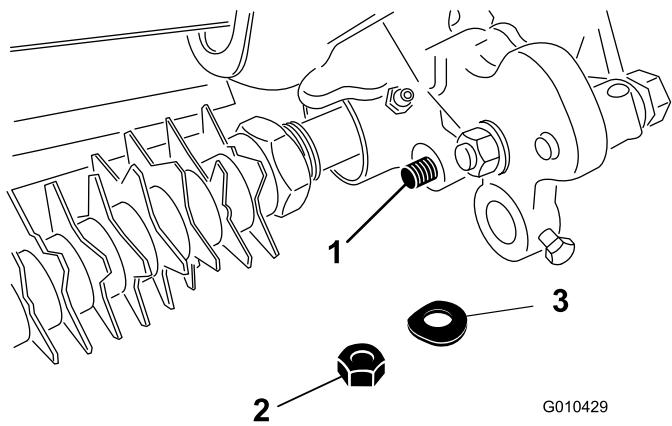

Figure 15
- Fixez l'extrémité de la tige du bras de réglage à l'entraînement du groomer avec une rondelle élastique et un contre-écrou (3/8 po), comme montré à la Figure 15.